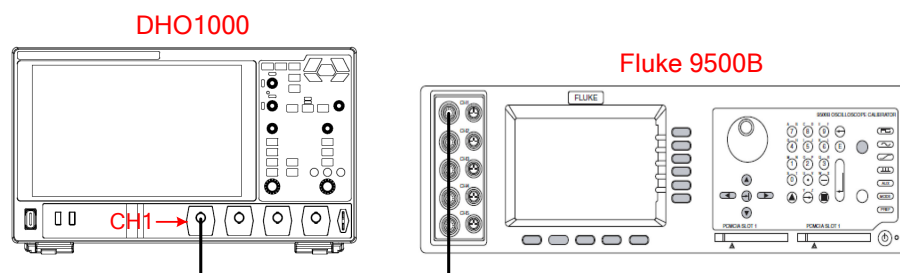

图 5.1 输入阻抗测试连接图
1. 将 Fluke 9500B 的有源信号探头连接至示波器的 CH1 通道，如图 5.1 所示。